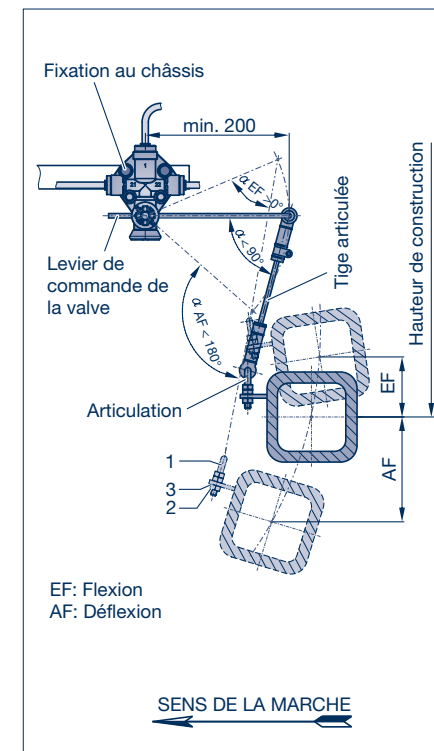

Figure 1
- [3] Contrôler la longueur du levier de la valve. Elle doit être de 200 mm au moins (fig. 1); desserrer si nécessaire la vis de blocage (flèche), la régler et la resserrer.
Afin que la tige de la valve ne bascule pas, respecter impérativement les angles indiqués (figure 1).